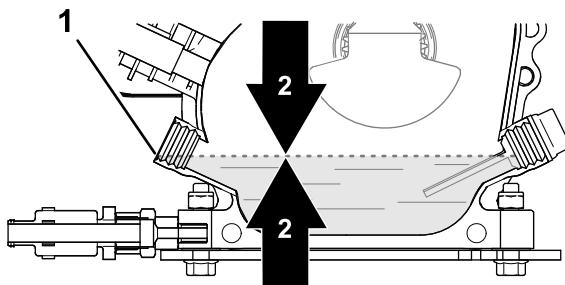

Figure 28
- Contrôlez le niveau d'huile (Figure 28).